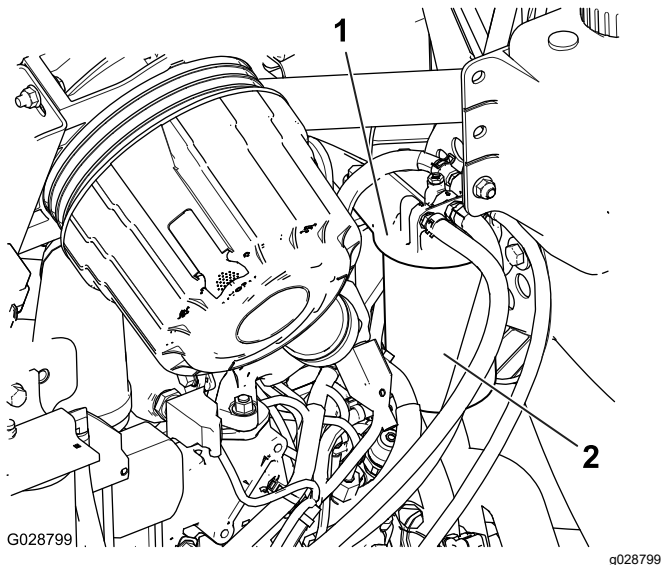

Figura 45
1. Pulite le superfici circostanti la testa del filtro del carburante (Figura 45).
2. Togliete il filtro e pulite la superficie di montaggio della testa del filtro (Figura 45).